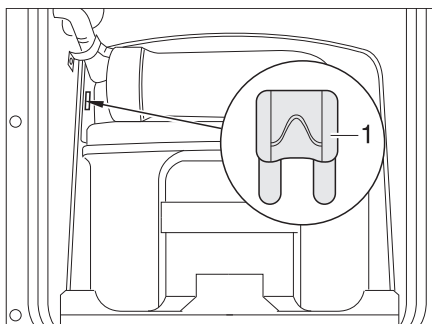

Bild 316 Säkring Thetford-toalett
- Byt säkring (Bild 316,1 resp. Bild 317,1).